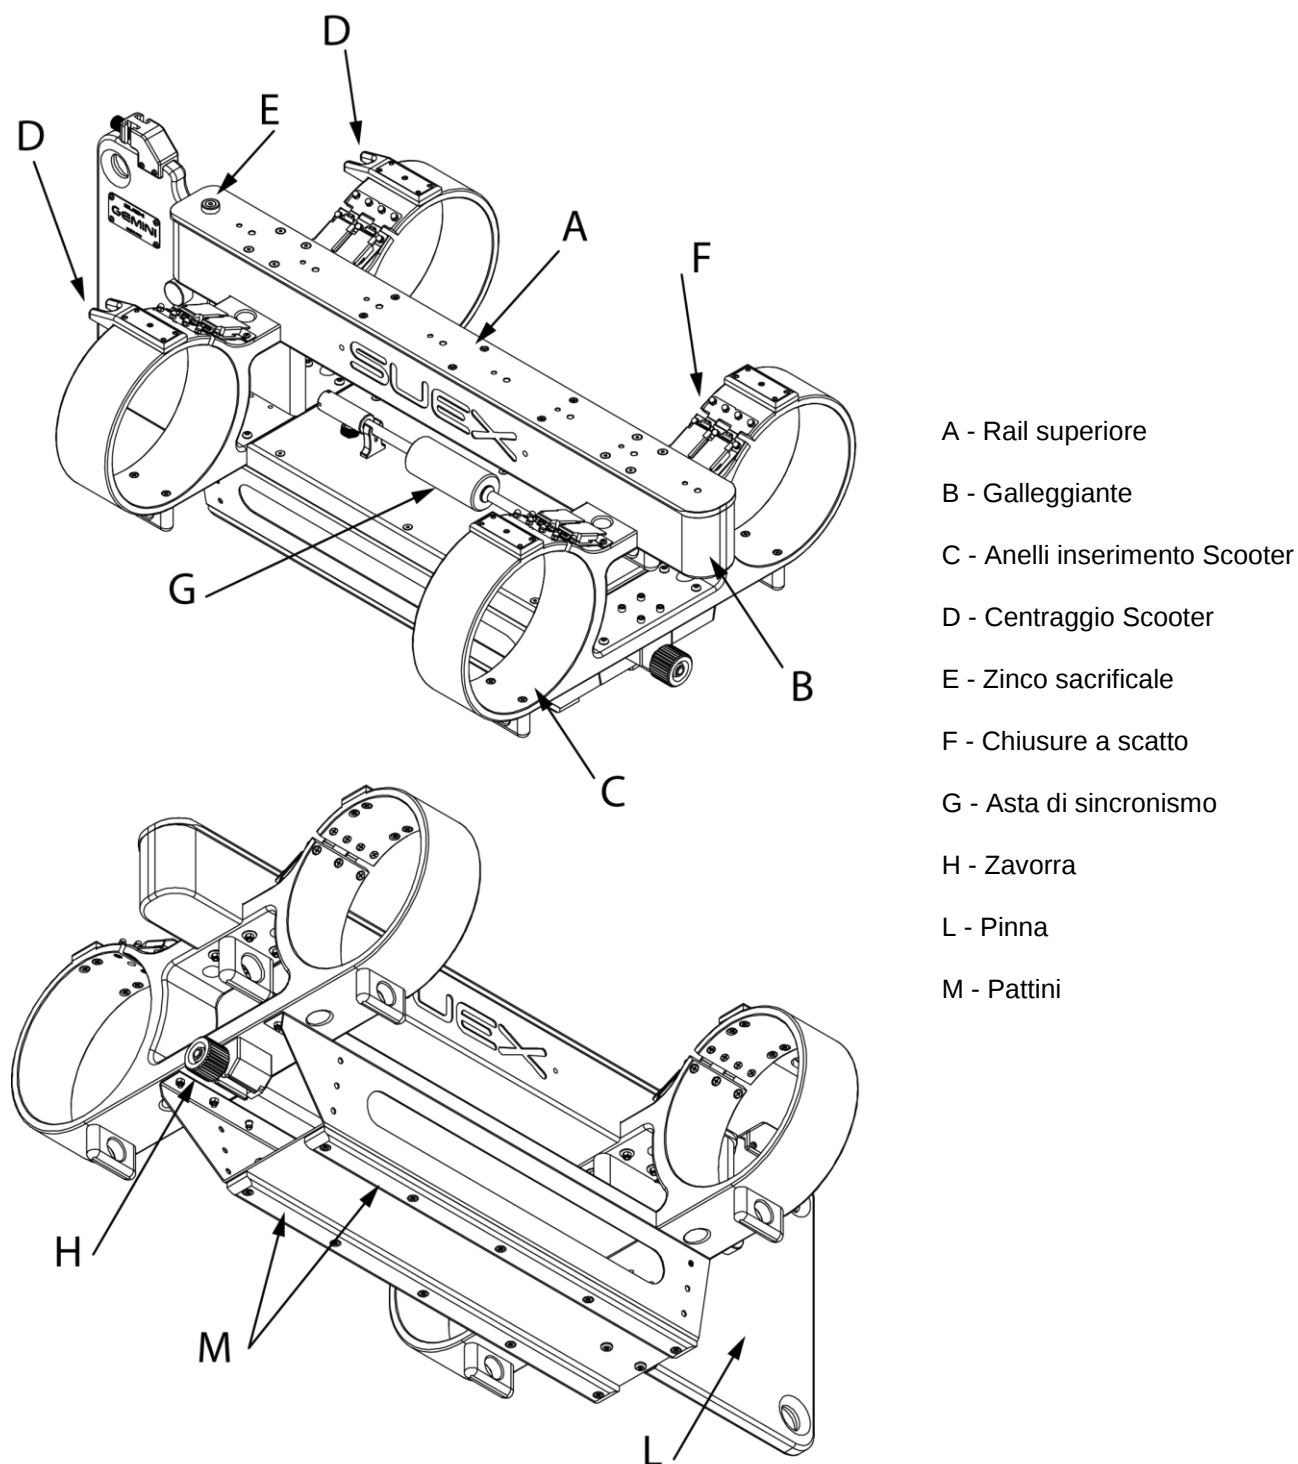

Fig 1 - Descrizione delle parti
- 3 - Aprire le chiusure a scatto degli anelli (G - **Fig 1 - a pag. 5**)
- Richiudere le chiusure a scatto degli anelli (G -Fig 1 - a pag. 5).